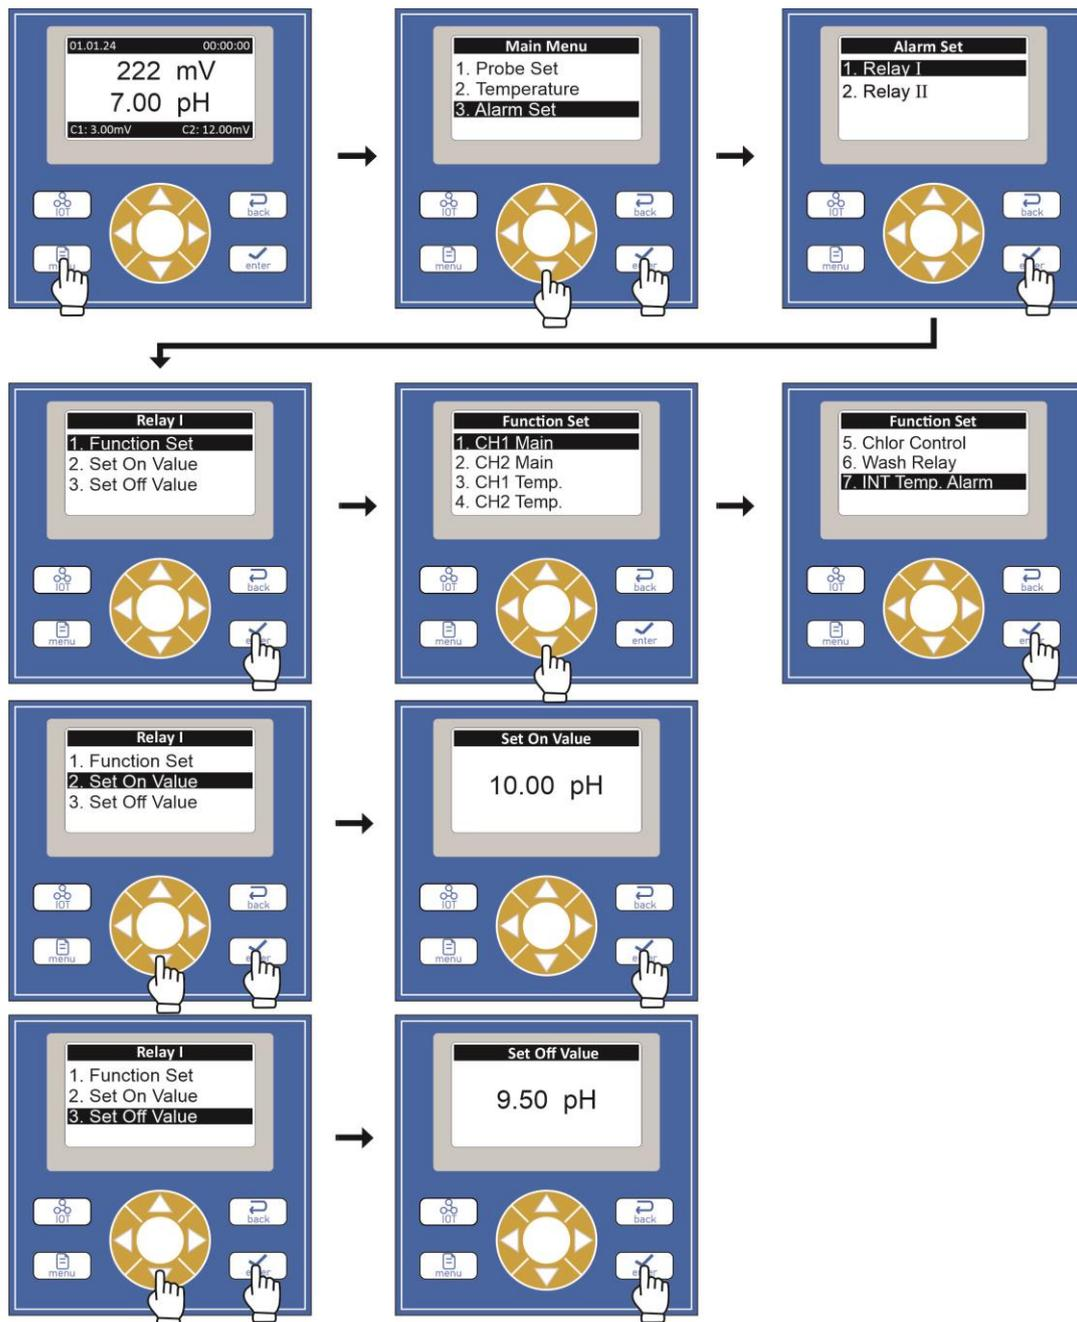

Figura 10.2 Cableado del computador para salida de relé
Para configurar las alarmas relay se siguen los pasos que se muestran en la figura 10.2
Después de seleccionar "RELAY I", como se muestra en la tercera imagen de la figura 10.2, se muestran 3 opciones que hay que configurar.
- La primera es "Function Set" donde podremos elegir que parámetros estará asociado a la salida relay elegida en el submenú "Alarm Set" (en este ejemplo se eligió la salida "Relay 1" correspondiente a "Relay I en la figura 10.2). Las opciones son las siguientes: